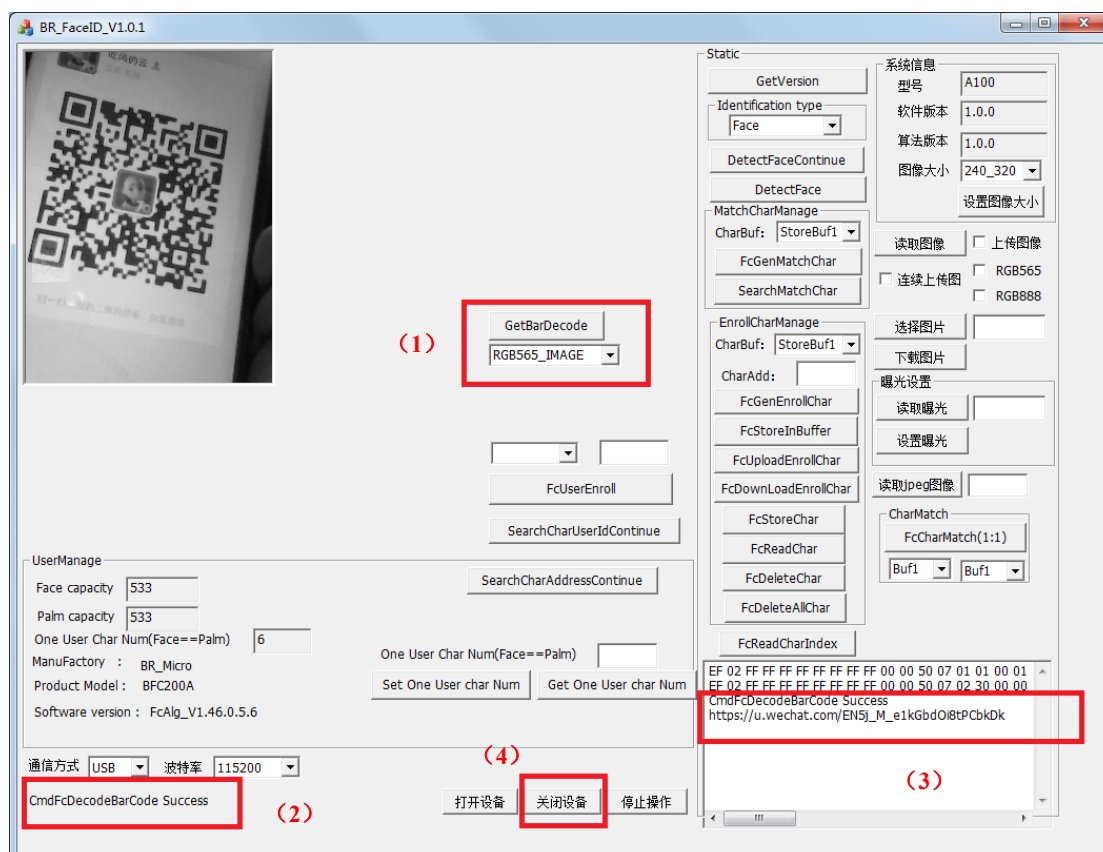

图 4-10
- (1) 选择 RGB565_IMAGE，连续点击“GeBarDecode”；
- (2) 二维码识别成功后左边提示“CmdFcDecodeBarCode Success”；
- (3) 右边显示识别出来的的二维码数据；
- (4) 点击“停止操作”，如图 4-10 所示。